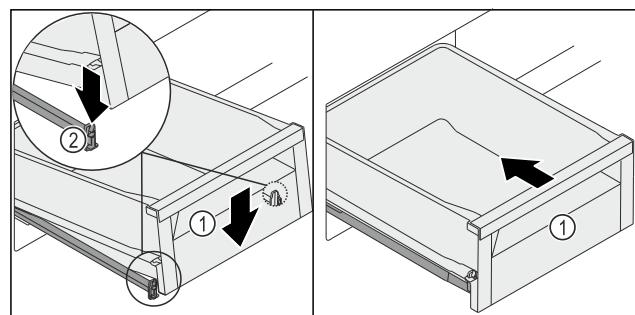

Fig. 136
- Schubfach Fig. 136 (1) vorne absenken, so dass das Schubfach links und rechts in die Klemme Fig. 136 (2) rutscht.
► Schubfach Fig. 136 (1) rastet hörbar ein.
► Schubfach Fig. 136 (1) einschieben.